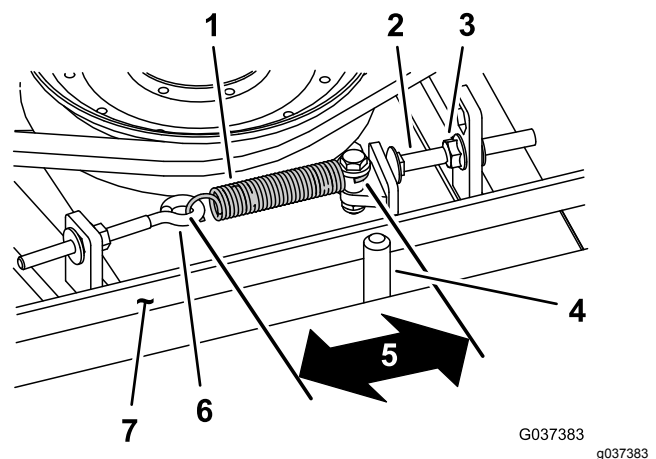

Bild 114
Bei richtiger Spannung sollte die Messung innen an der Verlängerungsfeder (Haken zu Haken) ungefähr $8,3 \text{ cm} \pm 9,5 \text{ cm}$ betragen. Wenn die Federspannung richtig ist, stellen Sie die Anschlagsschraube (Schlossschraube) ein, bis der Abstand zwischen dem Schraubenkopf und dem Spannarm ungefähr 2-5 mm beträgt (Bild 114).
Hinweis: Achten Sie darauf, dass der Riemen auf der Federseite der Riemenführung positioniert ist (Bild 114).
2. Lockern Sie den Augenbolzen (Bild 114).
3. Lösen Sie die Bundmutter, mit der die Anschlagschraube an der Befestigungsnase befestigt ist, und schieben Sie die Spannscheibe vom Riemen weg (Bild 114).
9. Setzen Sie die Verlängerungsfeder (Bild 114) wieder in den Augenbolzen ein und spannen Sie den Riemen wie folgt: